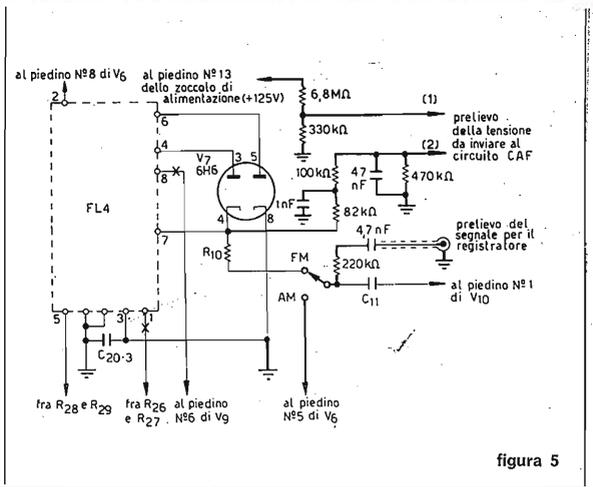

figura 5
La figura 5 mostra la modifica al circuito di rivelazione FM (o discriminatore) per ottenere la tensione CAF e quella per predisporre il ricevitore alla ricezione AM nonché quella per permettere la registrazione dei segnali senza ricavarne distorsione.
Per quanto riguarda il collegamento del discriminatore con il circuito CAF di figura 1 a pagina 912 del n. 10/69, occorre fare molta attenzione che i terminali (1) e (2) della figura 5 siano collegati correttamente ai rispettivi terminali d'ingresso CAF, C₁ e C₂, cioè il n. 1 con il terminale di C₁ e il n. 2 con il terminale di C₂.
Inoltre se è stata scelta per l'oscillatore locale del convertitore una frequenza di 110 MHz, anziché 160 MHz occorre modificare i collegamenti allo zoccolo della 6H6 in modo che l'uscita n. 6 dal trasformatore del discriminatore (FL4) giunga sul piedino n. 3 e l'uscita n. 4 sul piedino n. 5. In ogni caso però il piedino n. 8 dello zoccolo andrà collegato direttamente a massa e i collegamenti originali che vanno al n. 1 e al n. 8 del discriminatore andranno distaccati e isolati come indicato in figura 5.
La modifica per la ricezione AM consiste invece nel deviare il condensatore d'ingresso del primo stadio di bassa frequenza, cioè C₁₁, sul piedino n. 5 della valvola 6AC7 limitatrice (indicata con V₆ nello schema) applicando un deviatore a slitta in prossimità del condensatore, in modo da ridurre al minimo i collegamenti da effettuare. Il prelievo del segnale da inviare al registratore deve essere fatto attraverso una resistenza e un condensatore in serie partendo dal centrale del deviatore AM-FM e come presa di uscita può essere impiegato il connettore GBC (GQ/1800) da applicarsi sul retro del ricevitore, completando poi il collegamento con il registratore tramite cavo schermato a bassa capacità. Si tenga presente che la modifica al discriminatore suggerita per pilotare il CAF rende inattivo il circuito squelch e pertanto la valvola 6SL7 (V₉), rimanendo esclusa dal circuito del ricevitore potrebbe essere impiegata in sostituzione del transistor FET, (TIS34) previsto per lo S-meter, però coloro che non fanno uso del circuito CAF non devono apportare nessuna modifica al discriminatore e per quanto riguarda la figura 5 si limiteranno alla modifica AM e a quella del prelievo per la registrazione.